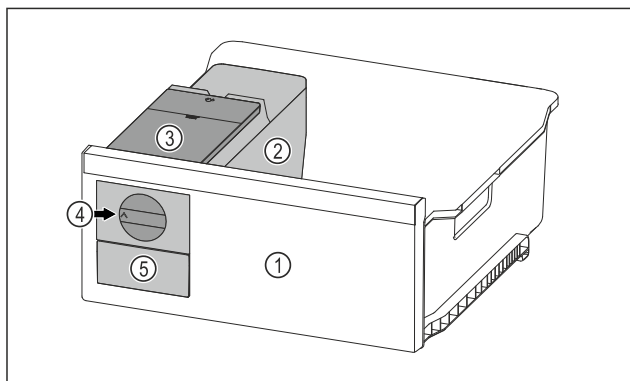

Fig. 66 Reprezentare exemplificatoare
- ▶ Rotiți butonul rotativ Fig. 66 (4) în sens orar până la opritor.
- ▷ Cuburi de gheață cad din tava pentru cuburi de gheață în sertarul pentru cuburi de gheață Fig. 66 (5).